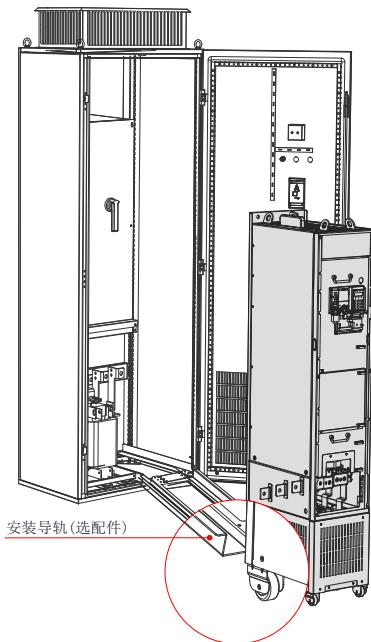
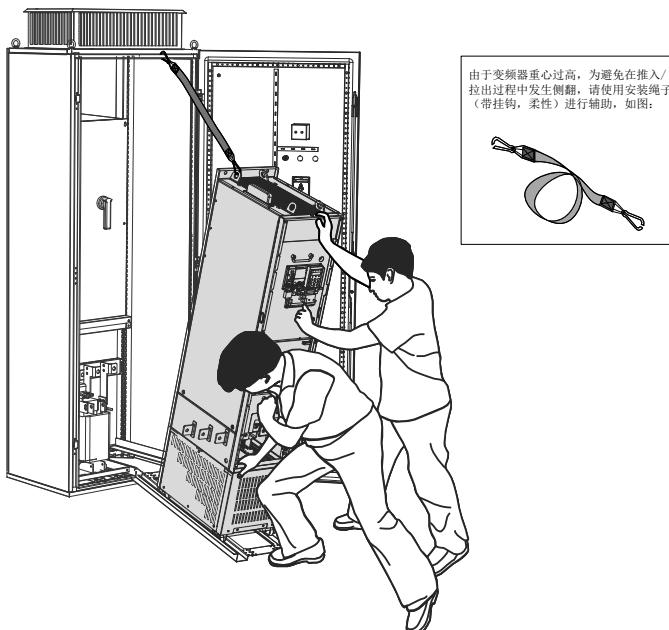

图 3-19 将变频器脚轮对准安装导轨
图 3-20 将变频器缓缓推入机柜
- 需要将变频器推入或推出机柜时, 务必将变频器脚轮对准导轨后再推入或拉出, 为确保安全, 必须要求两个人操作, 如图 3-19、图 3-20;
5	两个人配合操作，将变频器脚轮对准安装导轨后，缓缓推入机柜（如图 3-19、图 3-20）。安装过程中请使用安装辅助绳，避免变频器在推入 / 拉出过程中发生侧翻。